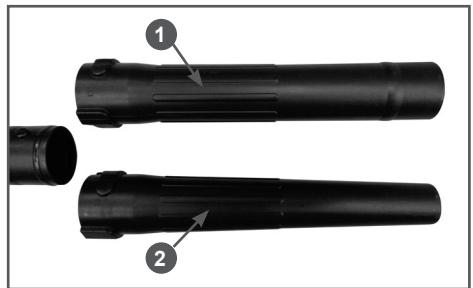

Рис. 8 Трубы напорные «С1» и «С2»
12. В зависимости от типа выполняемой работы, установите трубу напорную «С1» или «С2» (Рис. 8). Установка трубы аналогична процессу установки трубы напорной «В».